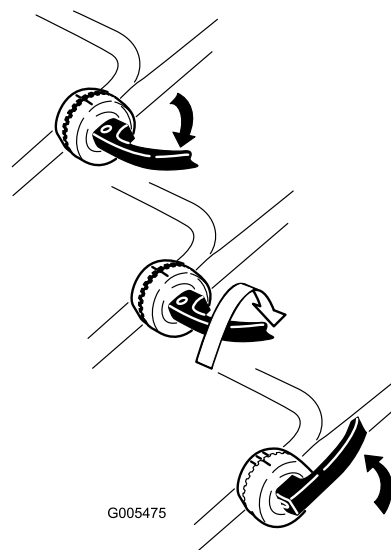

Figura 5
**Nota:** Si alguna de las palancas del manillar está suelta, ábrala, gírela en el sentido de las agujas del reloj 1 o 2 vueltas para apretarla, y luego ciérrela (Figura 5).